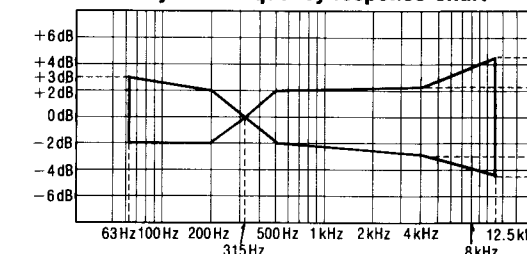

Fig.6
2. Asegurarse de que la respuesta de frecuencia esté dentro de la gama mostrada en la **Fig. 6** para ambos CH-I y CH-D.
2. Assure that the frequency response is within the range shown in Fig. 6 for both L-CH and R-CH.